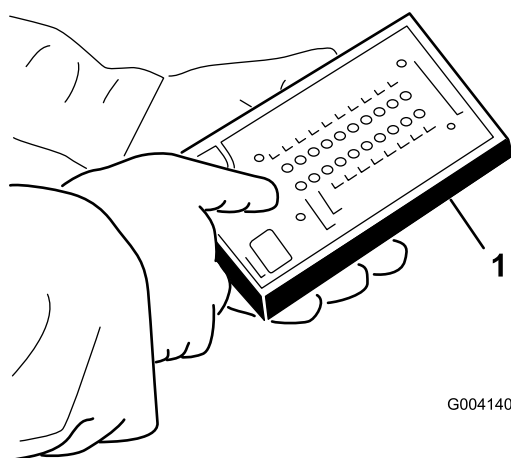

Figura 28
5. Ligue o conector do visor ACE de diagnóstico ao conector do circuito de fios (Figura 28).